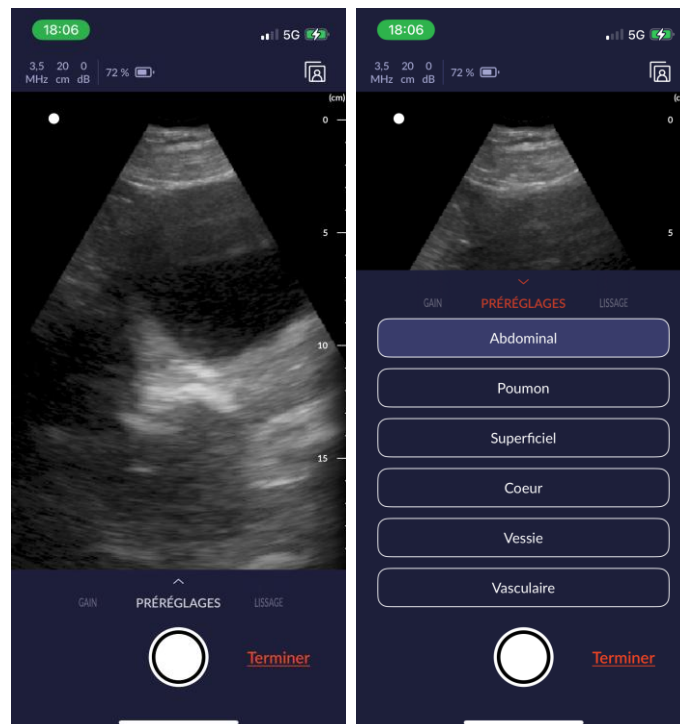

Figure 6: Réglage de la profondeur
4. Cliquez sur le bouton **NOUVELLE CONSULTATION** en bas de l'écran d'accueil pour commencer l'examen échographique (Figure 6).